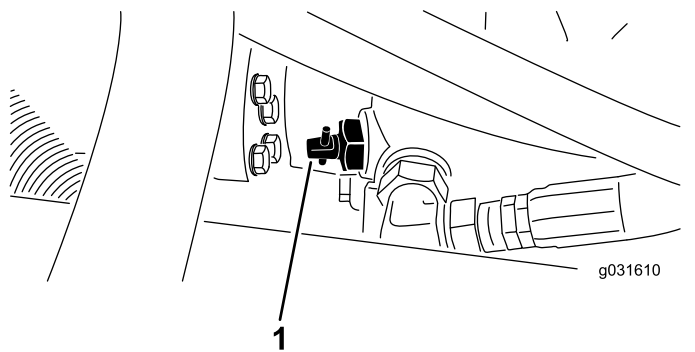

Figure 31
1. Localisez la vanne de dérivation sur la pompe (Figure 31) et desserrez-la en la tournant de 90° (1/4 de tour).